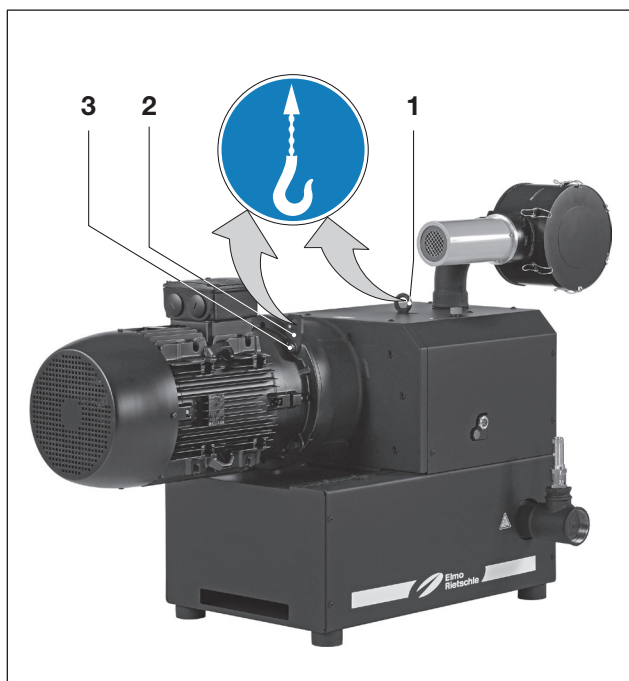

Fig. 1 Sollevamento e trasporto
- a) Serrare fermamente la vite ad anello(Fig. 1/1) e la vite di fissaggio (Fig.1/3) del passante di trasporto (Fig. 1/2).